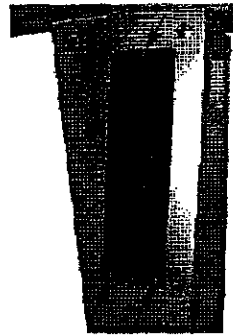

**Figura 7 - Ranuras de Montaje para el Torno**
- Coloque el torno sobre la plataforma con sumo cuidado. Alinee los orificios en la bancada del torno con los orificios en la parte superior de la plataforma según se muestra en la Figura 7. Fije el torno a la plataforma utilizando cuatro pernos de cabeza hexagonal de 8-1.25 x 35mm, ocho arandelas planas de 8mm, cuatro arandelas de fijación de 8mm y cuatro tuercas hexagonales de 8mm. **No apriete totalmente los sujetadores.**